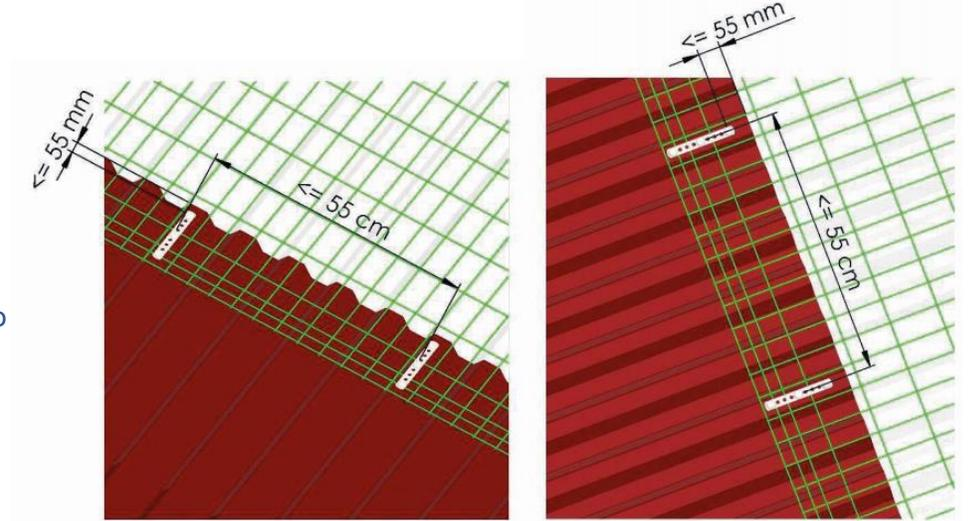

Fig. 18: Schema di posa E.
- **interasse piastre Inox con relativa guarnizione ≤ 55 cm (Fig.18);**
- posizionamento delle piastre Inox in modo da avere una distanza di almeno 55 mm dall’asse del 1° rivetto al bordo della lastra/pannello sandwich verso il vano da proteggere (**Fig.18**);